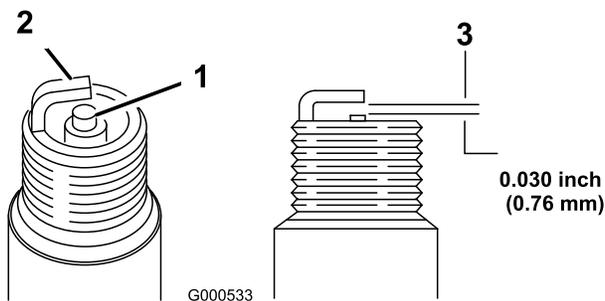

Bild 35
1. Prüfen Sie die Zündkerze (Bild 35).
2. Prüfen Sie den Abstand zwischen den mittleren und seitlichen Elektroden (Bild 35).